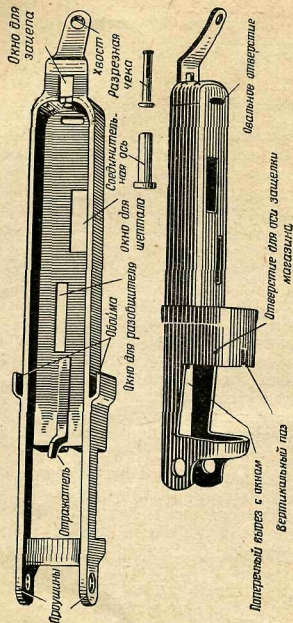

Рис. 8. Затворная коробка
7. Затворная коробка (рис. 8) служит для соединения основных частей автомата и движения в ней затвора. Она имеет: а) проушины для соединения со ствольной коробкой; б) окно для магазина; в) вертикальный паз для защелки магазина; г) обойму для соединения с передней частью ложи и спусковой коробкой; д) внизу два окна: переднее — для разобщителя, заднее — для шептала спускового рычага; овальное отверстие — для заднего выступа спусковой скобы; е) в задней стенке гнездо, куда входит конец направляющего стержня; ж) в задней части хвост, который имеет окно для прохода защелки ствольной коробки; отверстие для прохода хвостового винта; з) внутри отражатель, который служит для отражения гильзы; и) внизу защелку магазина с пружиной.